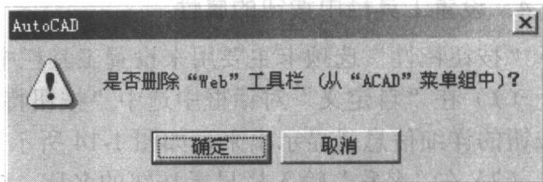

图 1-12
(6) 选中要删除的工具栏,单击“删除”按钮,在打开的如图 1-12 所示提示框中单击“确定”按钮,即可删除该工具栏。